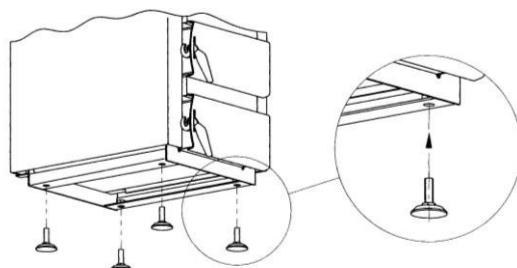

Рис.2 Выравнивание котла
A. Котёл установить на огнеупорной поверхности, подложив теплоизолирующую пластины, выступающую минимум на 2 см. от корпуса котла. Если котёл расположен в подвале, рекомендуем установить его на фундаменте высотой 5-10 см. Котёл должен быть выровнен. Для выравнивания служат 4 ножки, поставляемые в комплекте, которые можно вкрутить в резьбовые отверстия, находящиеся в нижней части котла (Рис. 2)